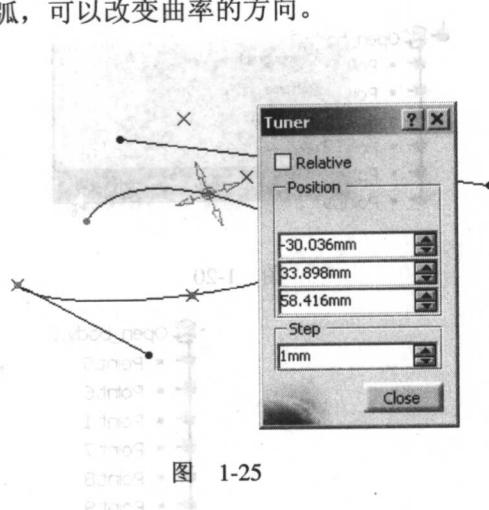

图 1-25
- 选择 **Edit** 选项，弹出 **Turner** 对话框，在对话框中可以微调该控制点的位置，如图 1-25 所示。